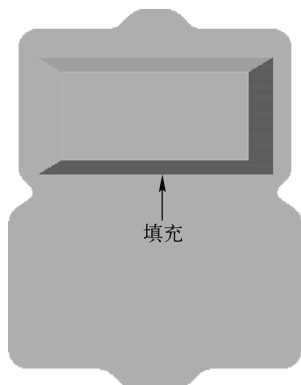

图 16-17 创建填充特征二
STEP 16 单击“操作”面板中的“完成”按钮, 即可完成填充特征的创建, 如图 16-17 所示。